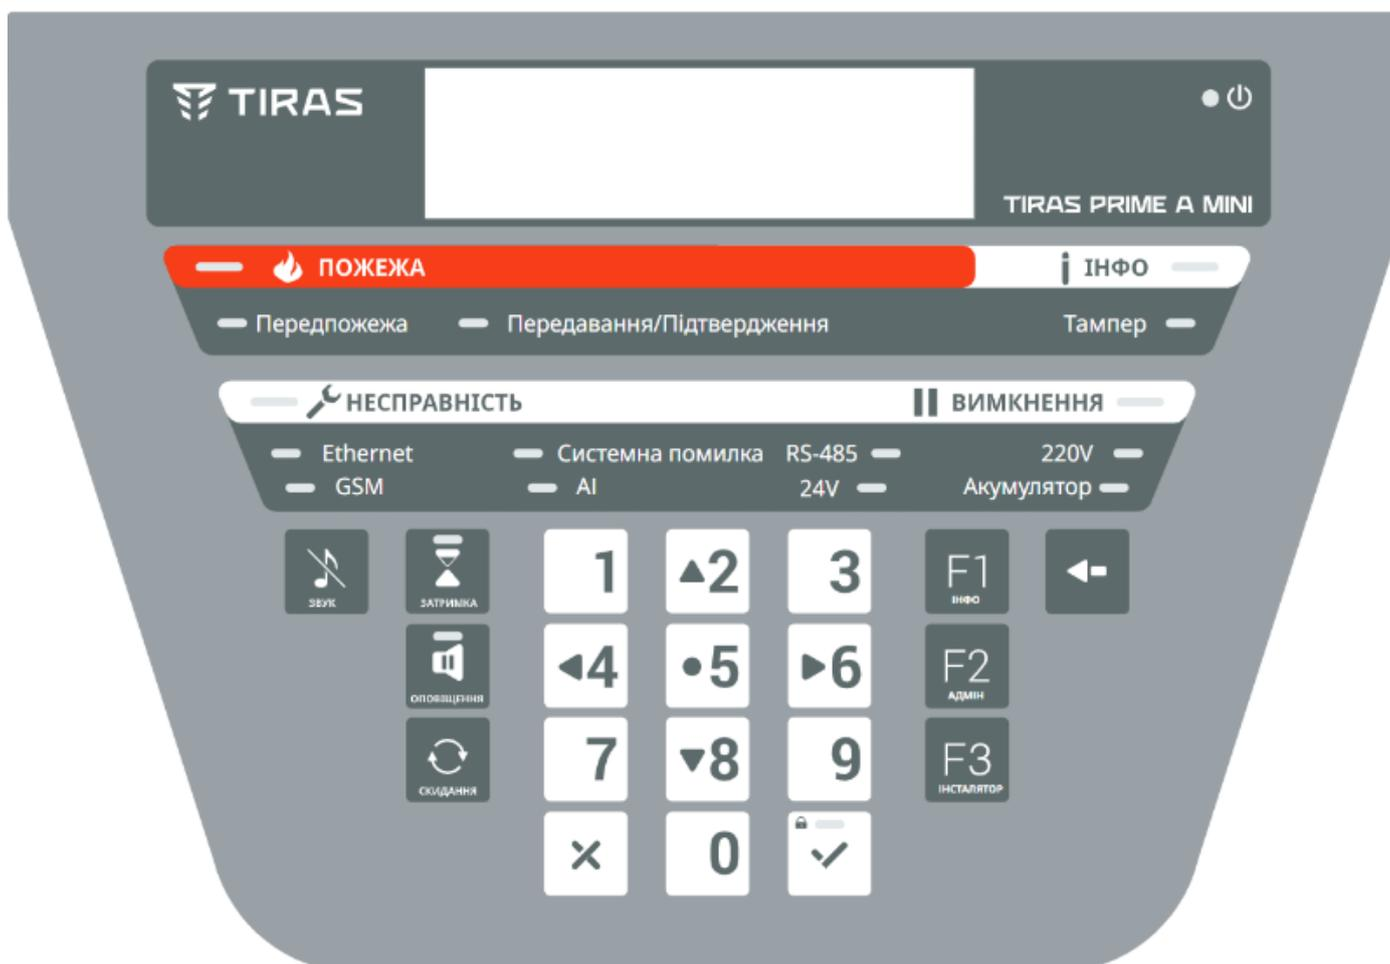

Рисунок 7.4 – Розташування кнопок та індикаторів на передній панелі ППКП
7.3.2 Розташування індикаторів на передній панелі ППКП показано на Рис. 7.4, а їх призначення – в таблиці 7.1.
7.4.1 Розташування кнопок на передній панелі ППКП показано на Рис. 7.4, а їх призначення – в таблиці 7.2. Розташування службової кнопки BAT START на платі БМК показано на Рис. 7.3.
8.4.3 При переході ППКП в режим пожежної тривоги на передній панелі ППКП починає блимати загальний індикатор «Пожежа» (Рис. 7.4), починає звучати переривчастий сигнал (звук – 0,5 с, пауза – 0,5 с), відповідно до налаштувань вмикаються виходи, на ПЦПС передається повідомлення про пожежу в зоні, спрацьовує вихід AL на ППКП. У вкладці «Тривоги» лічильник показує загальну кількість повідомлень про пожежу в зонах СПСА.